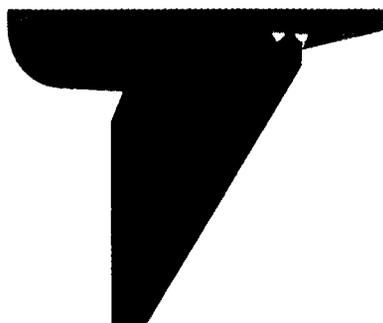

Рис. 12.6. Добавление сварного катета
13. Щелкните на одном из них, и на шов добавится изображение, как показано на рис. 12.6.